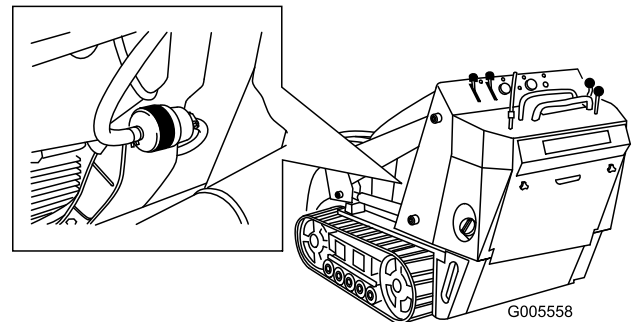

Figura 42
5. Bloquee los tubos de combustible en ambos lados del filtro de combustible (Figura 42).
6. Apriete los extremos de las abrazaderas y deslícelas por el tubo alejándolas del filtro (Figura 42).